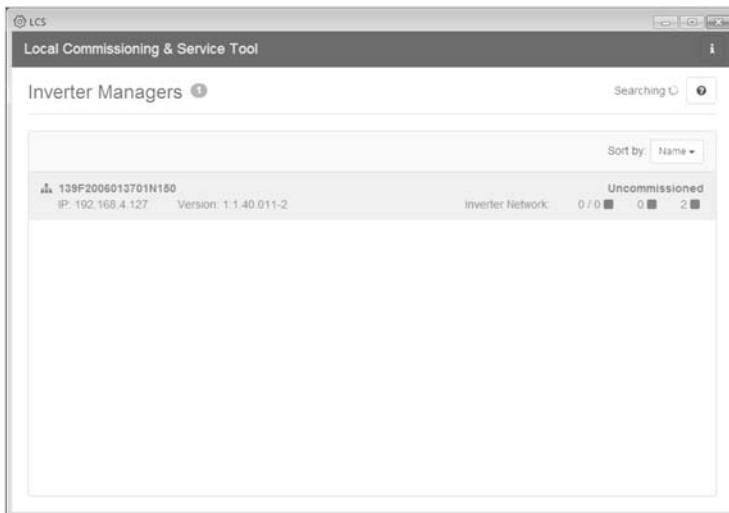

Figura 5.2 LCS-Tool – Schermata iniziale
- 2 La schermata a questo punto mostra un elenco di tutti gli Inverter Manager (v. figura 5.2). Per avviare la procedura guidata, fare clic sull'Inverter Manager da configurare. Facendo clic sull'Inverter Manager vengono visualizzati gli inverter rilevati dall'Inverter Manager. Gli inverter non messi in servizio (senza codice di rete assegnato) sono riportati con una cornice blu insieme alla loro versione software.